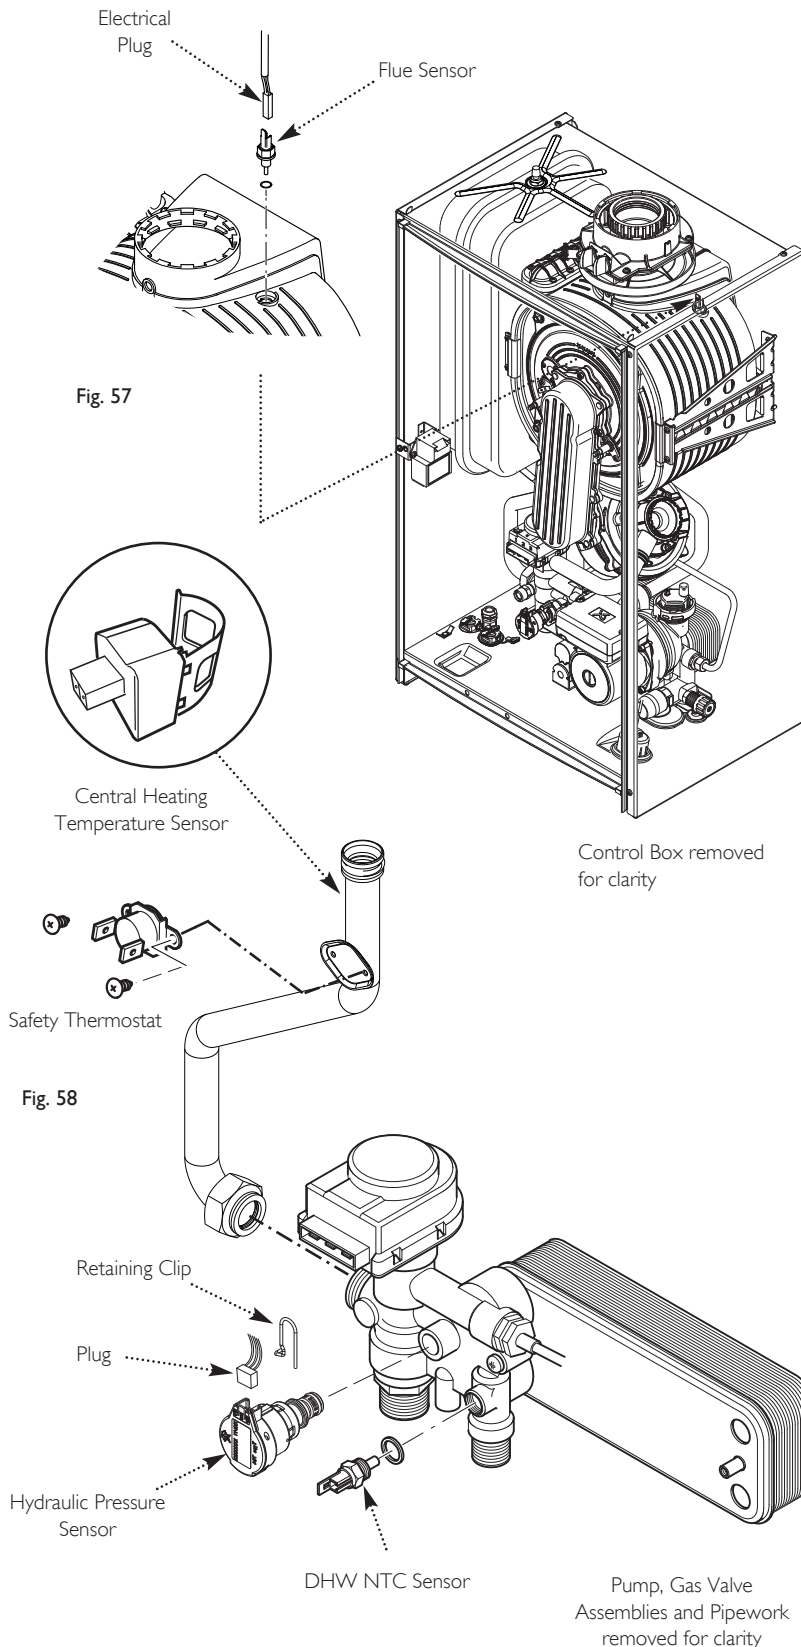

Fig. 59
15.10 DHW NTC Sensor (Fig. 59)
15.11 Hydraulic Pressure Sensor (Fig. 59)